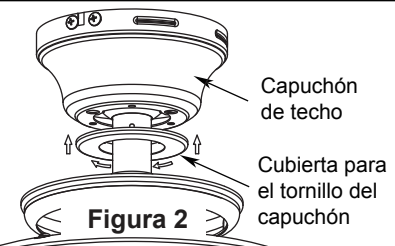

Figura 2
2. Alternando posiciones, extraiga los tres tornillos del acoplamiento del motor y guarde los tornillos para el Paso 4. (Figura 2)
Debe colgar el ventilador a una distancia mínima de 2,13 m desde las aspas hasta el piso. (Figura 2)
1. Conecte el conductor verde con conexión a tierra de la bola para colgar y el conductor verde con conexión a tierra de la abrazadera para colgar al conductor de suministro con conexión a tierra (posiblemente un conductor desnudo o un cable con aislante verde). Conecte los cables a los conectores provistos de forma segura. (Figura 2)
2. Conecte el conductor blanco del motor del ventilador al conductor blanco (neutro) mediante el conector provisto de forma segura. Conecte el conductor negro del motor del ventilador y el conector azul al conductor negro mediante el conector provisto de forma segura. (Figura 2)
2. Instale la carcasa de los tornillos de la cubierta girándola en el sentido de las agujas del reloj y presionando hacia la cubierta del techo. (Figura 2)
2. Instale los dos tornillos restantes extraídos en el paso 1 de la página 30 (**Cómo colgar el ventilador de techo**) para asegurar la cubierta del techo al soporte colgante del techo. (Figura 2)
2. Ajuste las aspas ensambladas y los soportes al del motor con los tornillos y las arandelas de seguridad en bolsas de accesorios suministrados. Asegúrese de que los tornillos que fijan los soportes de aspas al buje del motor estén bien ajustados y que los soportes de aspas estén correctamente colocados. (Figura 2)
2. Fije firmemente el conector de 9 pasadores de la unidad del motor al enchufe del mazo de cables dentro de la unidad caja del interruptor. (Figura 2)
2. Instale el acoplador de la cadena del tirador del ventilador. (Figura 2)